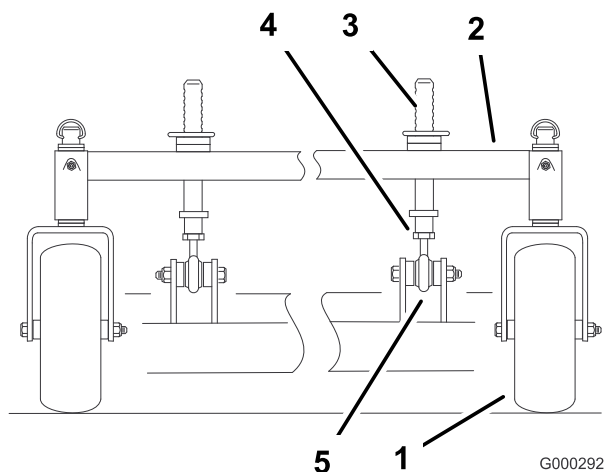

Figure 59
Vous pouvez régler les montants de hauteur de coupe avant pour modifier l'inclinaison avant/arrière (Figure 59).
Pour élever l'avant du plateau de coupe, desserrez le contre-écrou et tournez la goupille avant dans le sens horaire (Figure 59).
Pour abaisser l'avant du plateau de coupe, desserrez le contre-écrou et tournez la goupille avant dans le sens anti-horaire (Figure 59).
2. Mesurez la distance aux points C et D (Figure 59) entre une surface plane et le bord coupant des lames.
4. Resserrez les écrous de blocage (Figure 59).